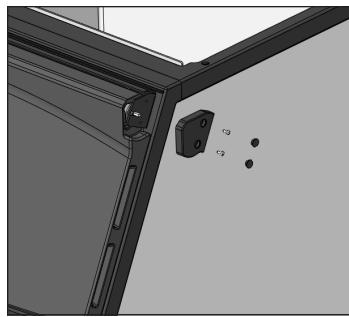

Abb. 1. Explosionsansicht der Endkappe der Türhalterung, der Schrauben und Schraubekappen.
1. Entfernen Sie die Endkappen der Türhalterung. Siehe Abb. 1.